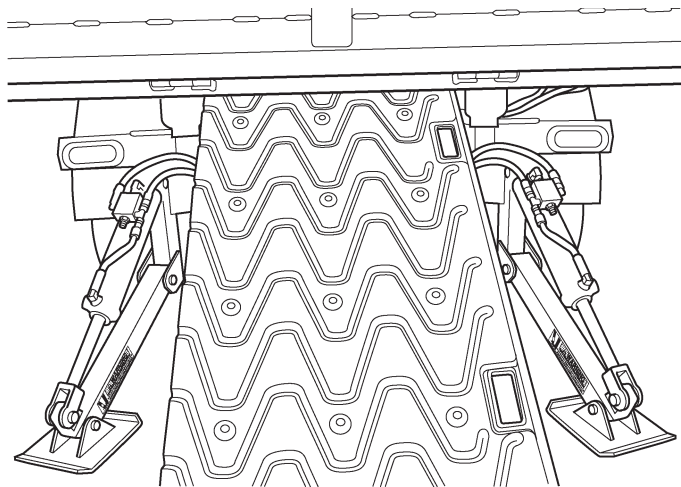

Figura 27. Almacenamiento de los Tapetes
1. Busque la frase “El peso de la carga nunca debe exceder de XXX kg o XXX libras” en la placa de información del vehículo. Consulte la Figura 27.